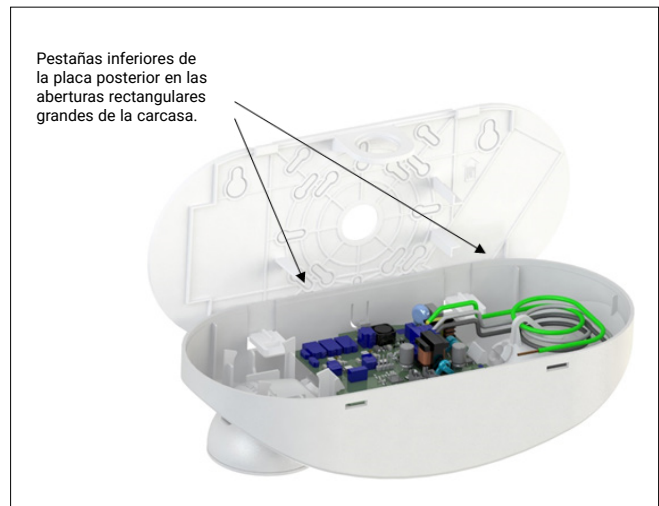

Figura 3
4. Cuelgue el conjunto de la carcasa de la placa posterior, enganchando las pestañas inferiores grandes de la placa posterior en las aberturas rectangulares grandes de la superficie inferior de la carcasa (ver Figura 3).
7. Cuelgue el conjunto de la carcasa de la placa posterior, enganchando las pestañas inferiores grandes de la placa posterior en las aberturas rectangulares grandes de la superficie inferior de la carcasa (ver Figura 3).
6. Cuelgue el conjunto de la carcasa de la placa posterior, enganchando las pestañas inferiores grandes de la placa posterior en las aberturas rectangulares grandes de la superficie inferior de la carcasa (ver Figura 3).
4. Ensamble los componentes del soporte colgante en la abertura de la lengüeta superior de la placa posterior (ver Figura 3).